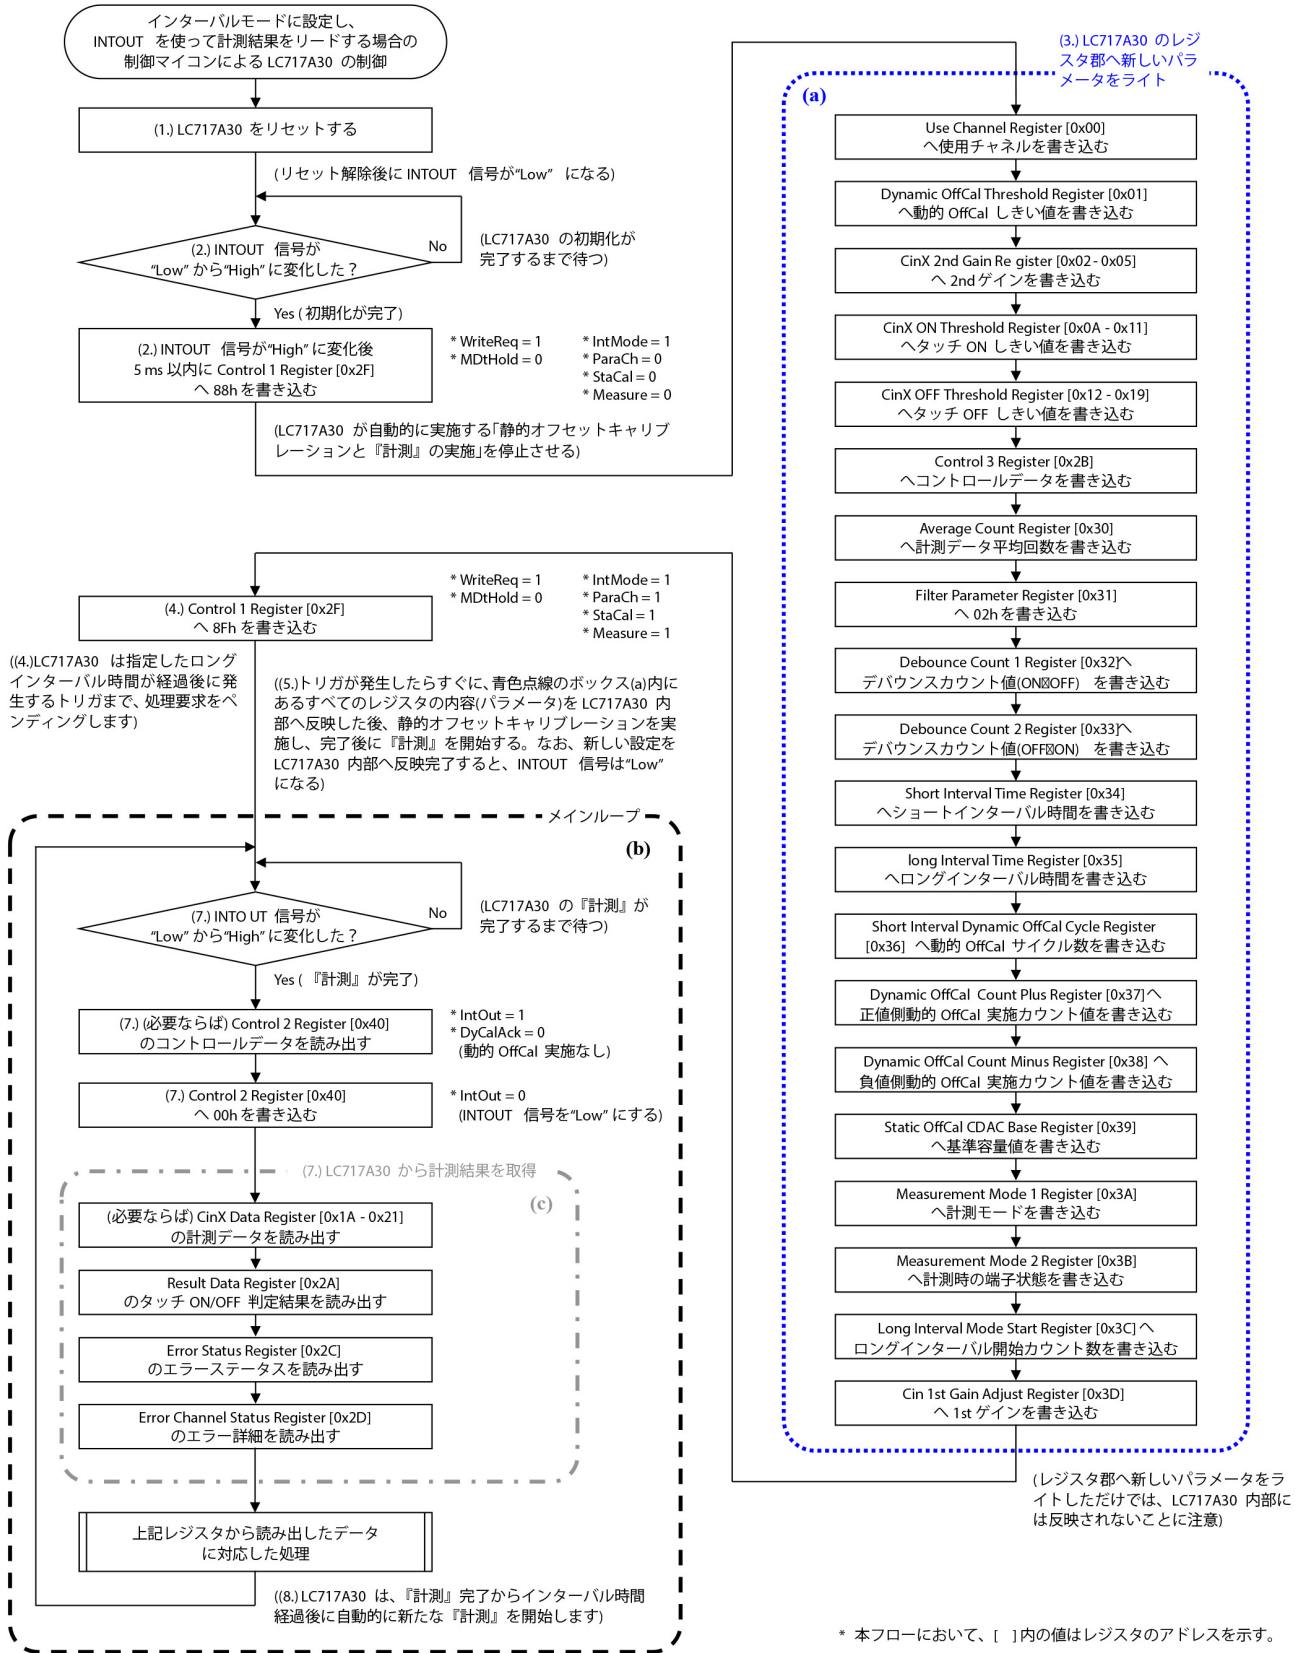

図 41. インターバルモードに設定し、INTOUTを使って計測結果をリードする場合の制御例
3. 制御マイコンは、新しい設定パラメータをLC717A30のレジスタ群にライトします。(具体的には、制御マイコンは、図41の青の点線で囲まれたボックス(a)内のすべてのレジスタまたは一部のレジスタに新しいパラメータを